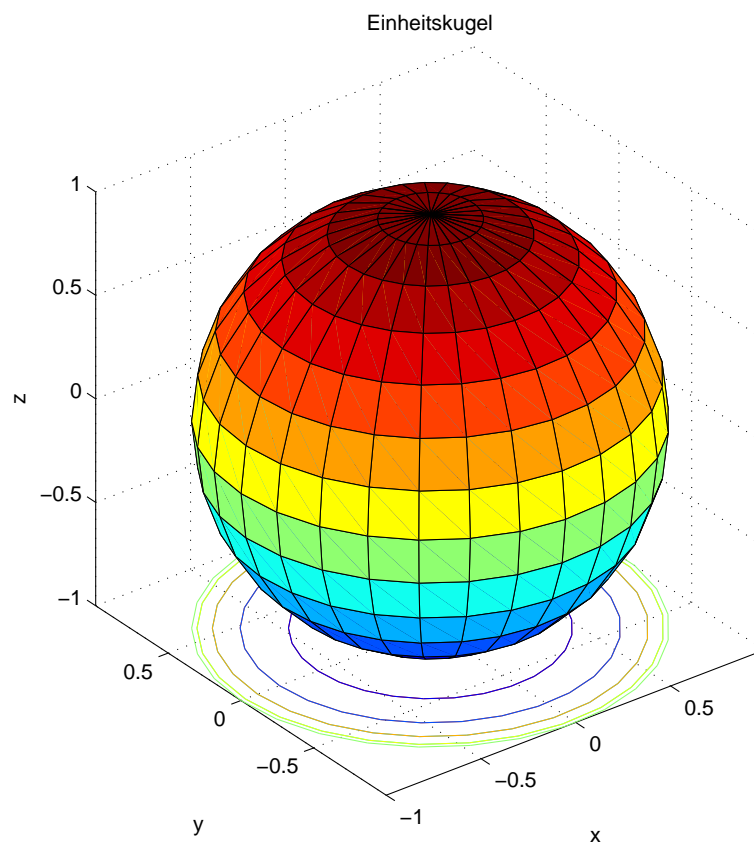

Abbildung 2.3: Einheitskugel
3. Erzeugen Sie mit Hilfe des Befehls `mesh` oder `surf` eine Einheitskugel gemäß Abbildung 2.3. Verwenden Sie **nicht** den Befehl `sphere`.